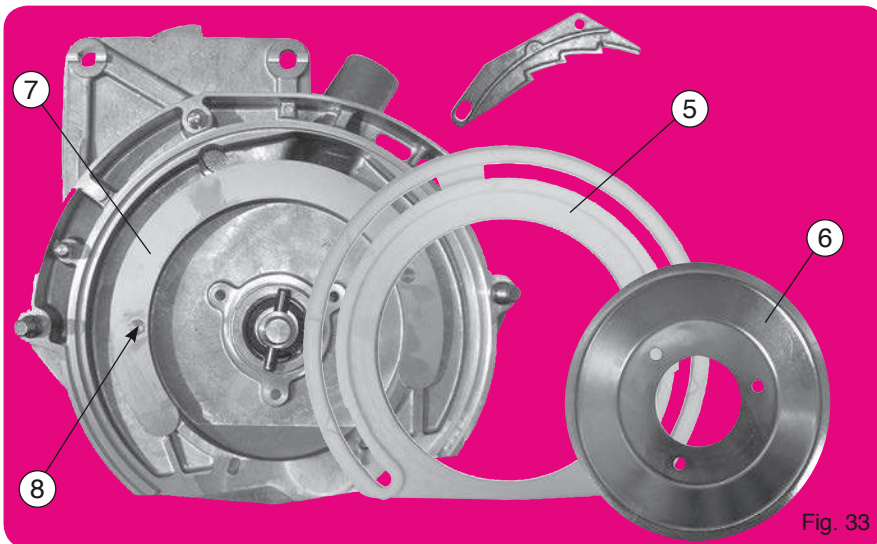

Fig. 33
La couronne plastique de frottement (5) sur laquelle tourne le disque doit être plane et en bon état. A titre indicatif, en conditions normales d'utilisation, son remplacement ne devrait être nécessaire qu'après 500 à 1000 ha. Maintenu extérieurement dans une gorge et bloquée par la cuvette (6) et ses 3 boulons, la nouvelle couronne devra être positionnée avec attention en prenant soin à ce que les crans du secteur d'appui (7) (fig. 33) et de la couronne soient bien en place dans leur logement.
The wear gasket is positioned externally in a groove and held by the cup (6). Its 3 bolts should be positioned with care making sure that the stub (fig. 33) of the wear gasket is properly positioned in the hole of the housing.
Mantenido exteriormente en una garganta y bloqueada por la cubeta (6) y sus 3 pernos, se colocará la nueva corona con cuidado asegurándose de que las muescas del sector de apoyo (7) (fig. 33) y de la corona estén colocadas correctamente en sus alojamientos.